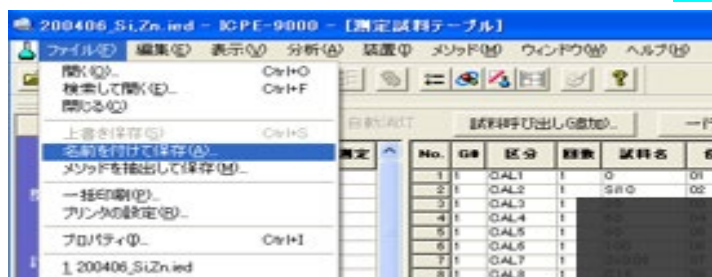

図 75
- ① タイトルバーの「ファイル」から「名前をつけて保存」を選択します。 図 75